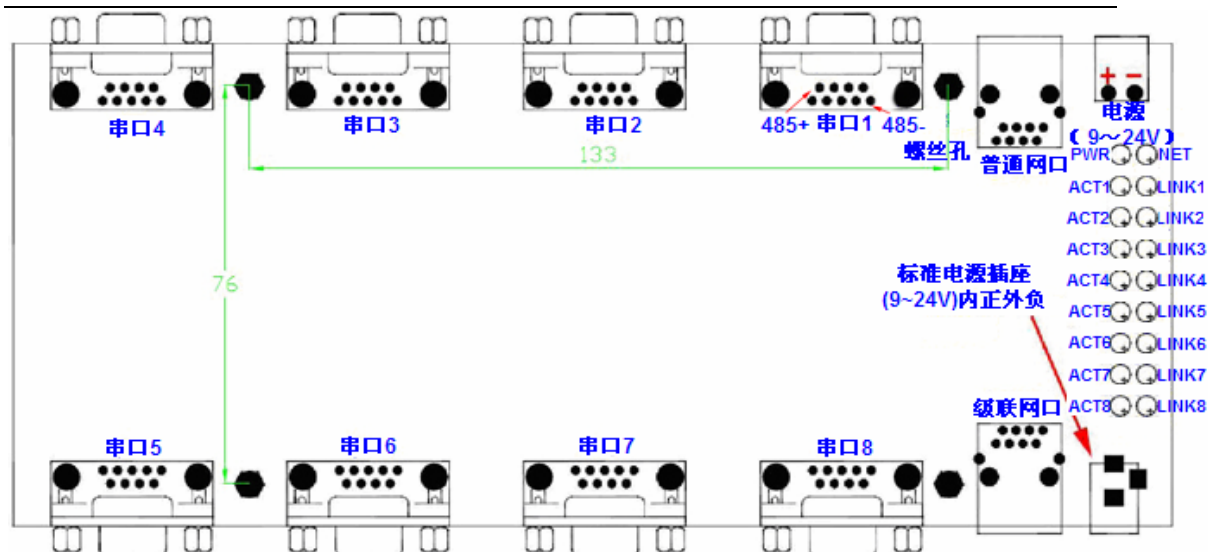

图 2 ZLSN5800 正面图
ZLSN5800 的正视图如图 2 所示。
2. 电源：可以采用标准的电源适配器（5.5mm 内芯为正极）或者电源接线柱，如图 2 所示。供电电压可以为 9~24V。供电电流要求大于 600mA。